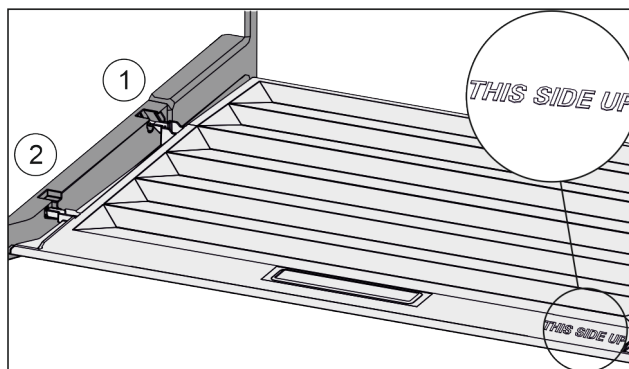

Fig. 37
- ▶ Ramiona pokrywy wprowadzić ponad otworem tylnego uchwyty Fig. 37 (1) i zażebić z przodu w uchwycie Fig. 37 (2).